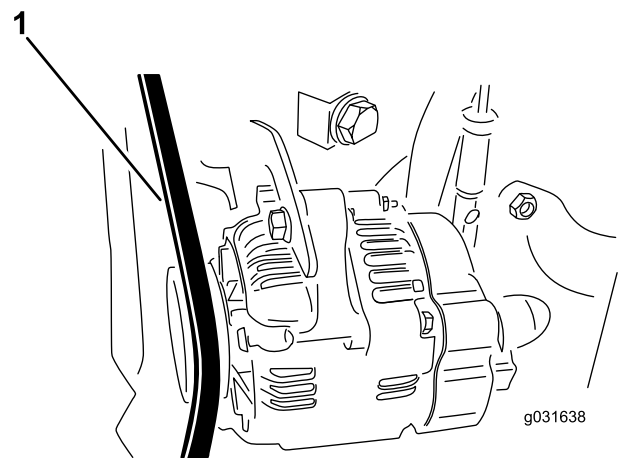

Bild 58
2. Wenden Sie eine Kraft von 30 N zwischen den Riemenscheiben auf den Lichtmaschinenriemen an (Bild 58).